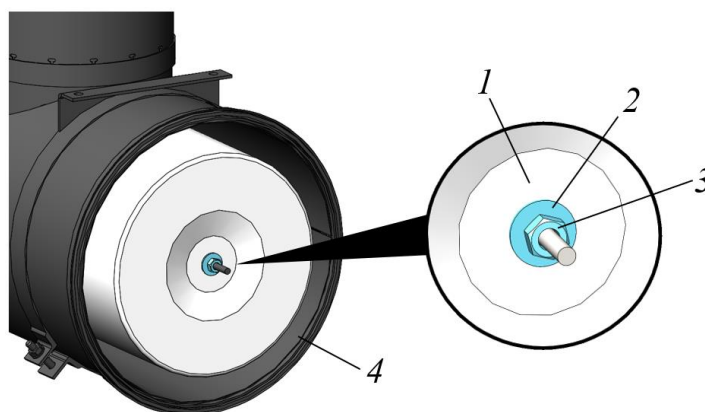

Рисунок 5.59. Процедура извлечения из корпуса основного фильтра
- ▶ Ключом  17, открутить гайку крепления фильтра 3, снять шайбу 2 и извлечь из корпуса основной фильтрующий элемент 1, рис. 5.59.
- ▶ Установить новый основной фильтрующий элемент 1 в корпус фильтра 4, зафиксировать фильтр в корпусе используя шайбу с гайкой, рис. 5.59.